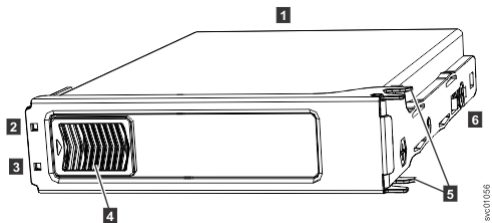

Figura 144. LEDs em um conjunto de unidades
Figura 144 na página 129 mostra os componentes de um conjunto de unidades. Cada unidade tem um indicador on-line (2) e um indicador de falha (3).